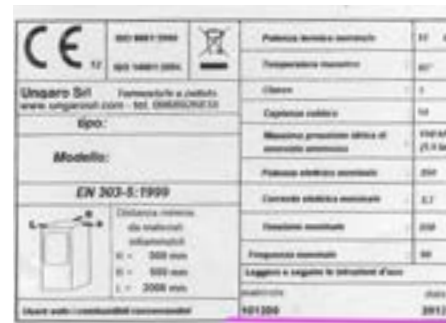

Fig. 35 - Targhetta matricola
3. Matricola della macchina (*reperibile sul retro della caldaia/stufa, fig. 35*);